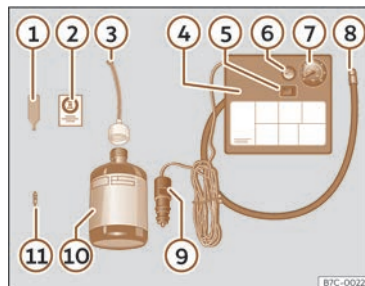

Fig. 204 Representació estàndard: contingut del joc antipunxades.
El joc antipunxades es troba en el compartiment del maleter sota el revestiment del terra. Inclou els components següents >>> **fig. 204:**
- Desenrosqueu el caputxó i l'obús de la vàlvula del pneumàtic. Utilitzeu l'aparell >>> **fig. 204 ①** per extreure l'obús. Poseu-lo en una superfície neta.
- Sacsegeu amb força l'ampolla de segellador de pneumàtics >>> **fig. 204 ⑩**.
- Enrosqueu el tub d'inflament >>> **fig. 204 ③** a l'ampolla de segellador. El precinte de l'ampolla es trencarà automàticament.
- Traieu el tap del tub d'ompliment >>> **fig. 204 ③** i caragoleu l'extrem obert del tub a la vàlvula del pneumàtic.
- Torneu a posar l'obús amb l'aparell >>> **fig. 204 ①** a la vàlvula del pneumàtic.
- Enrosqueu el tub d'inflament del pneumàtic del compressor >>> **fig. 204 ⑧** a la vàlvula del pneumàtic.
- Comproveu que el caragol d'evacuació d'aire està tancat >>> **fig. 204 ⑥**.
- Fixeu el connector >>> **fig. 204 ⑨** a la presa de corrent de 12 volts del vehicle >>> pàg. 225.
- Connecteu el compressor d'aire amb commutador ON/OFF >>> **fig. 204 ⑤**.
- Enganxeu l'adhesiu >>> **fig. 204 ②** al quadre d'instruments, dins del camp visual del conductor.
>>> **fig. 204** ⑧ i comproveu la pressió en el manòmetre ⑦.